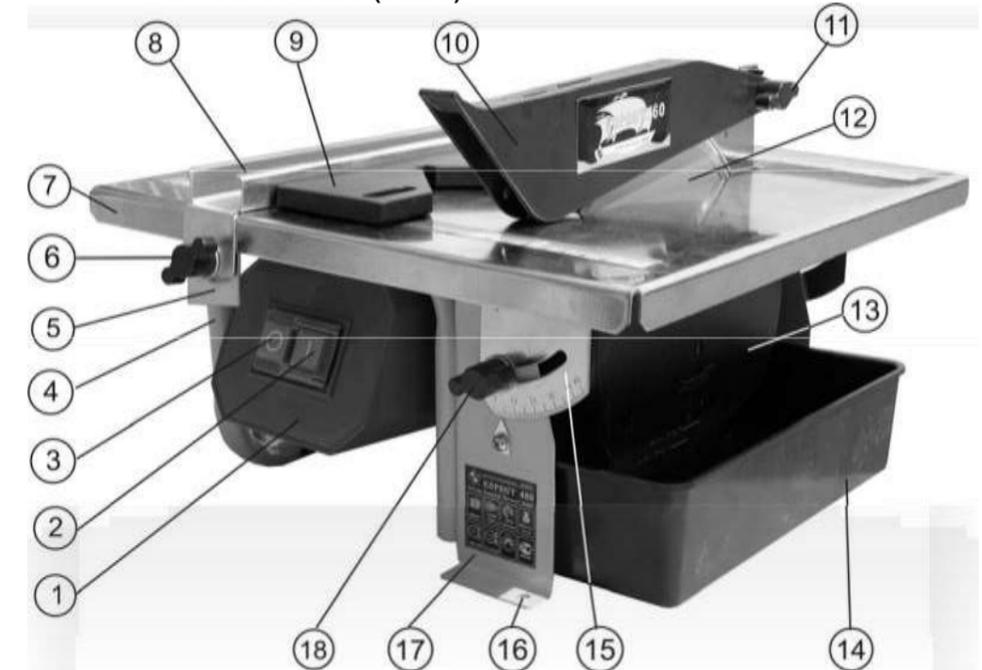

Рис. 2
## 7. УСТРОЙСТВО (Рис. 2)
Установите и через крепёжные отверстия (16) основания (17), Рис.2, закрепите плиткорез на ровной горизонтальной поверхности верстака.
9.5. Как показано на Рис.2, используя два винта крепления (6) на направляющей планке (8), установите с обеих сторон прижимные планки (5). Установите направляющую планку (8) и зафиксируйте двумя винтами крепления (6) положение планки на рабочем столе (7) за отбортовку стола.
9.8. Как показано на Рис.2, между основанием (17) и защитным кожухом (13) установите поддон (14).
10.2.2. Ослабьте фиксацию двух винтов крепления (6) на направляющей планке (8) с обеих сторон, установите направляющую планку (8) по шкале (24) в предполагаемый размер. Инструментальной линейкой измерьте расстояние между направляющей планкой (8) и максимально выступающей режущей частью отрезного диска (12) со стороны направляющей планки (8). Проверьте параллельность отрезного диска (12) относительно направляющей планки (8). При необходимости корректировки положения направляющей планки (8) надёжно зафиксируйте отрегулированное положение двумя винтами крепления (6).
**11. ОСНОВНЫЕ ОПЕРАЦИИ (Рис. 2)**